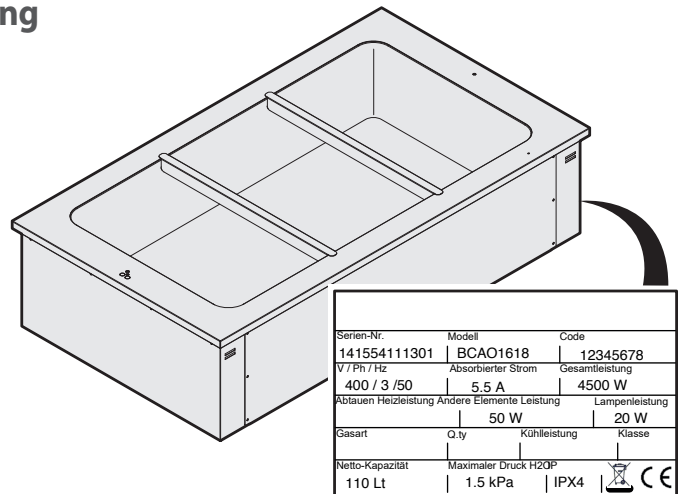

Abb. 1
- notieren Sie die Gerätedaten auf dem Typenschild (Abb. 1); - fertigen Sie eine fotografische Dokumentation des Schadens an;